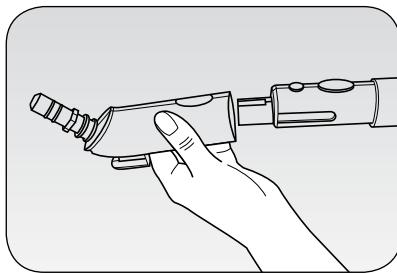

Fig. 7
Element ten, do montowania na adapterze (13) (Rys. 7), należy używać razem z przedłużką (9). Wyposażony jest w praktyczne zaciski do ścierki, na których można mocować, oprócz ścierki dołączanej do zestawu (7), również wszelkie inne tkaniny, które można prać w pralce.